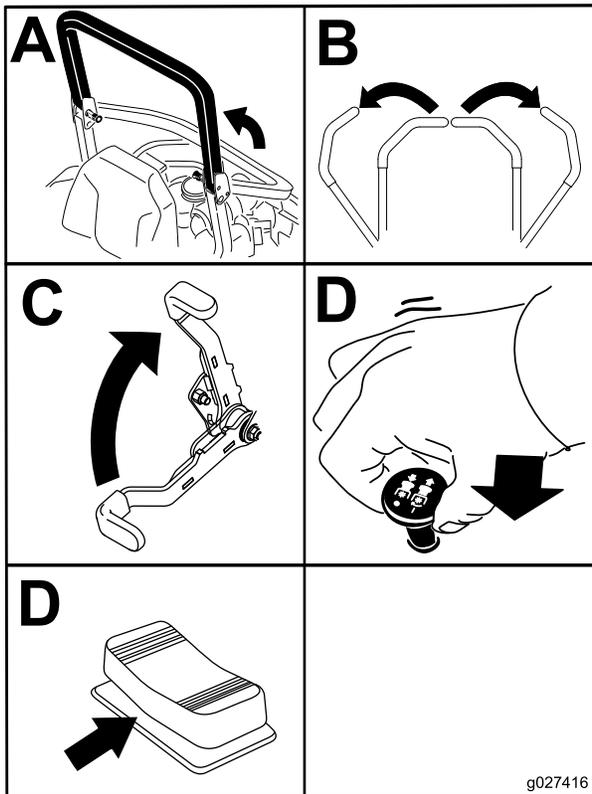

Figura 18
4. Mueva el mando de control de las cuchillas (TDF) a la posición de DESENGRANADO (Figura 18).